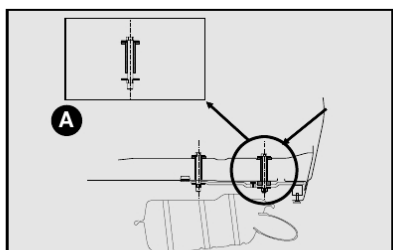

fig. 11
- Efetuar no veículo a furação com Ø (diâmetro) 11 mm traspassando o assoalho posterior (ver detalhe A-fig. 11) e a longarina nas marcas esquemáticas indicadas na figura correspondente ao modelo do seu veículo (12 a 15).